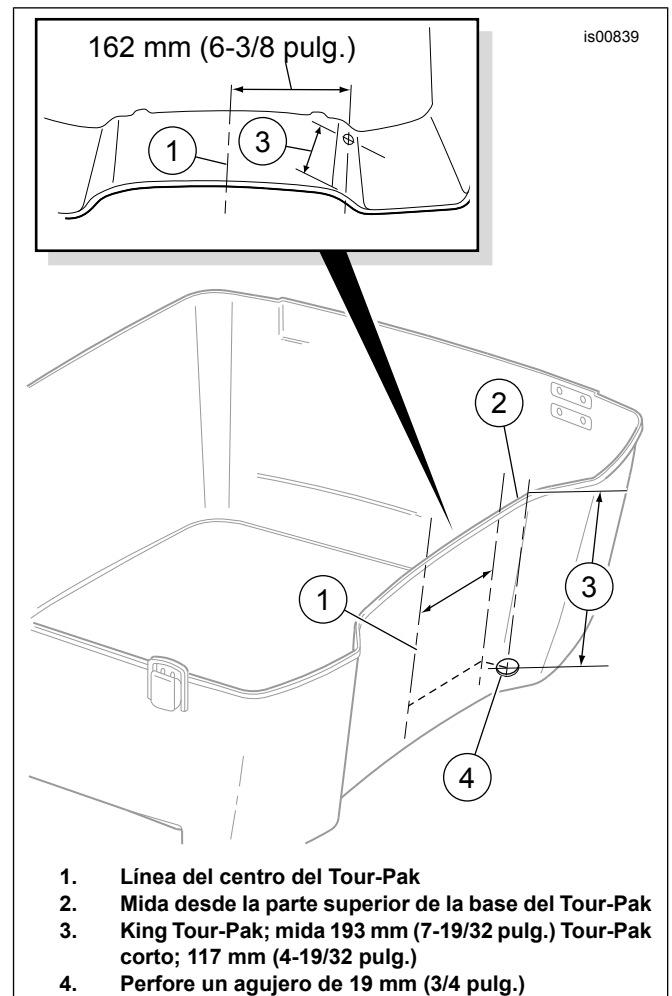

Figura 3. Ubicación de perforación del cable de la antena AM/FM (Tour-Pak tipo 2)
- l. Vea la Figura 3. Mida y establezca el centro (1) en la parte delantera interior de la pared del Tour-Pak.
- o. De frente a la cinta adhesiva mida 162 mm (6-3/8 pulg.) de la línea del centro al lado izquierdo delantero de la pared del Tour-Pak. No siga la curva de la pared, debe medir **atravesándola directamente**. Vea el cuadro de la Figura 3